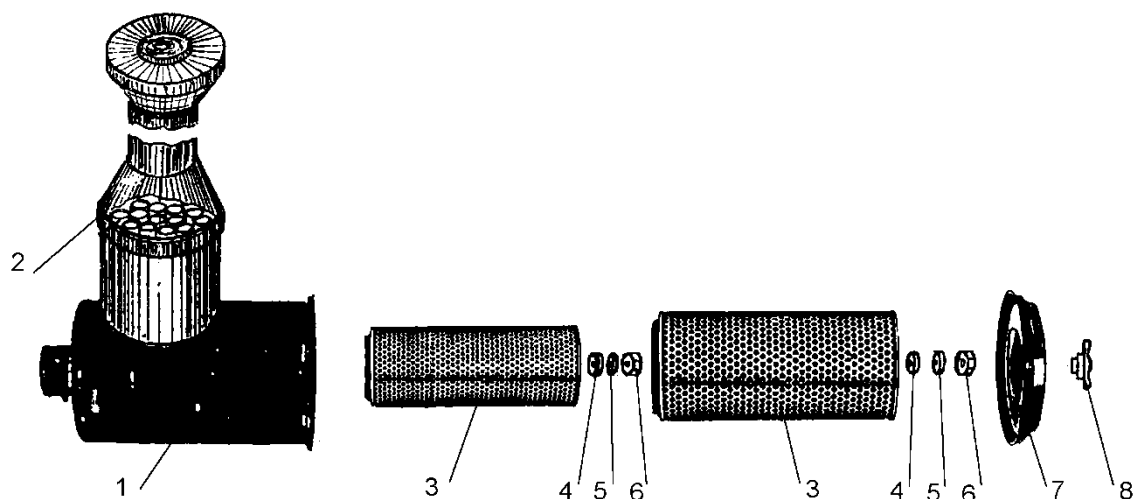

Рис. 45 Воздухоочиститель
Обслуживание фильтроэлементов (кассет) воздухоочистителя производите при срабатывании сигнализатора засорённости. Для демонтажа фильтров 3 (рис. 45) необходимо отвернуть гайку - барашек 8, снять крышку 7 и последовательно отвернув гайки 6 вынуть их из корпуса воздухоочистителя.
- каждую кассету 3 (рис. 45) установить в корпус воздухоочистителя до упора;
КАТЕГОРИЧЕСКИ ЗАПРЕЩАЕТСЯ работать с засорённой или обледенелой сеткой крышки воздухозаборной трубы (рис. 45) и без свободного выхода газов из выхлопной трубы, так как это приводит к попаданию выхлопных газов через трубу отсоса пыли к кассетам воздухоочистителя.